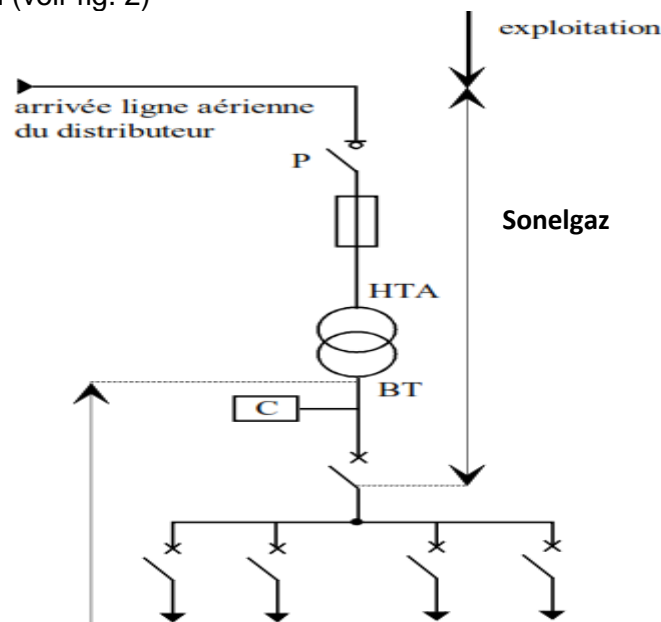

Figure 2 : alimentation en simple dérivation d'un poste de livraison HTA à comptage BT
- **simple dérivation** (voir fig. 2)